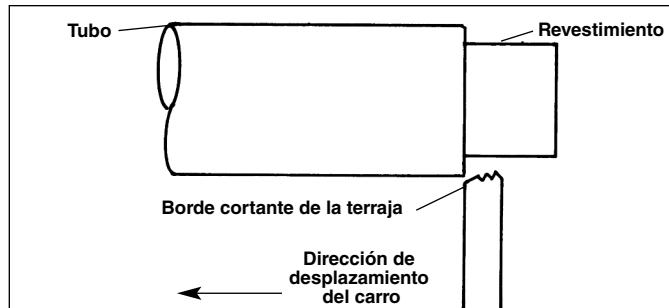

Figura 6 – Terrajas al ras con el extremo del tubo
4. Mueva el carro para que el borde cortante de las terrajas esté al ras con el extremo del tubo (Figura 6).
5. Empuje la palanca de liberación hasta que descance sobre la parte superior de la placa de cierre, como se muestra en la Figura 6. Esto sirve para colocar las terrajas en la posición correcta para iniciar el roscado.